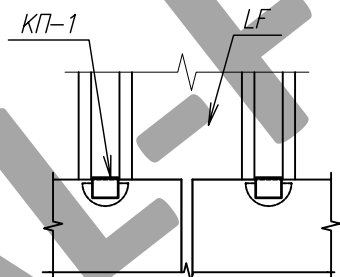

Рис. 4. Схема установки поворотного кляммера КП-1.
3.3. На концевой кляммер ККАрг-1,2 устанавливается керамическая плита, прижимается к направляющей и фиксируется поворотным кляммером КП-1 следующим образом: поворотный кляммер КП-1 в вертикальном положении вставляется в паз направляющей SK17/AW 18, рис. 4, а, поворачивается на угол 90 градусов, рис. 4, б, и опускается до упора на керамическую плиту, рис. 4, в.